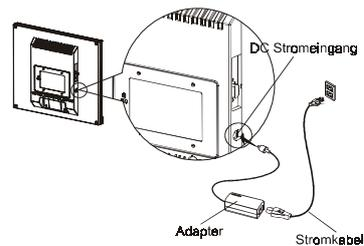

Abbildung 1-6
1. Verbinden des Stromkabels mit dem AC Adapter. (Siehe Abbildung 1-6)